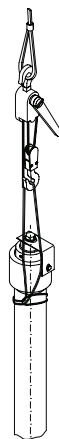

Fig. 1 Sollevamento del cilindro in verticale
- Se si solleva il cilindro in verticale lo stelo deve essere rivolto verso l'alto e le funi per il sollevamento fissate sul cilindro e non sullo stelo (vedi Fig. 1) (vedi tabelle pesi alle pagg. D840M3L.085 o D840M3L.086 o D840M3L.087).